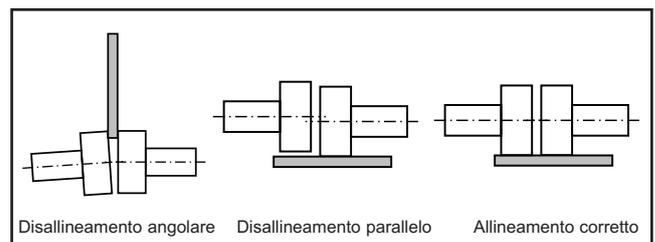

Figura 7- Allineamento dell'accoppiamento
1. L'allineamento angolare e parallelo dell'accoppiamento DEVE essere mantenuto in conformità alle istruzioni del fabbricante dell'accoppiamento stesso ; vedi figura 7.